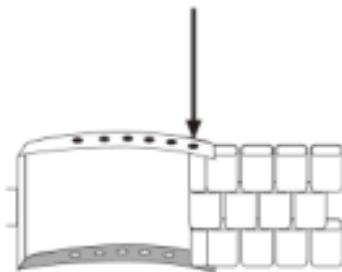

図1
1、図1の状態に時計を設置していただき、矢印の位置でバンドとバックルがバネピンにより固定されています。この穴位置に先端の細い物でバネ棒を押し込みながら、バンドとバックルを少し左右に動かすとバネ棒が外れます。